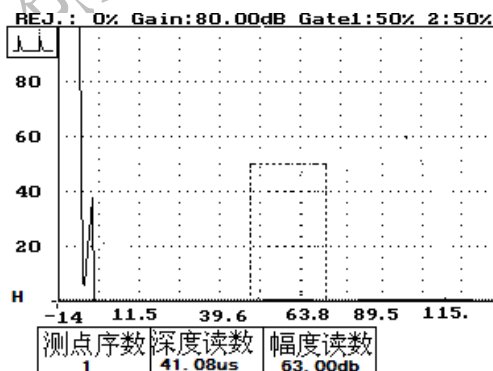

图 18-45
- 5、按进入键——进入探头的波幅曲线制作功能，屏幕显示如图 18-45 所示。同时在屏幕下方实时显示前闸门内的横通孔最高反射波的参数值（以 CSK-III A 标准试块为例）。